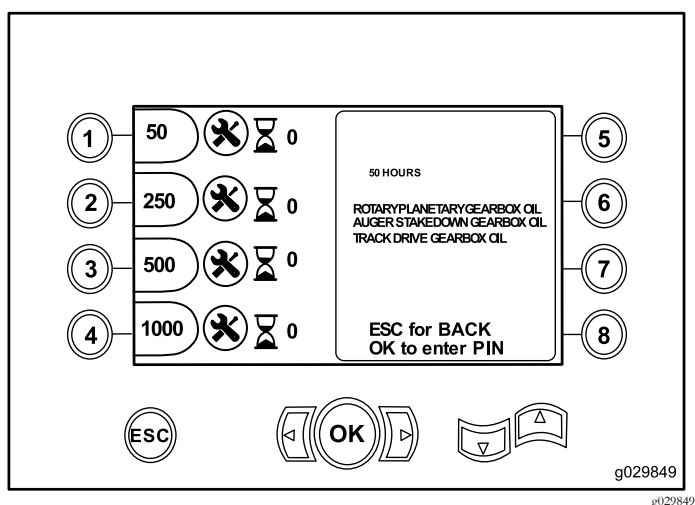

Рисунок 11
- Кнопка 1 – регламент технического обслуживания после наработки 50 часов (Рисунок 11)